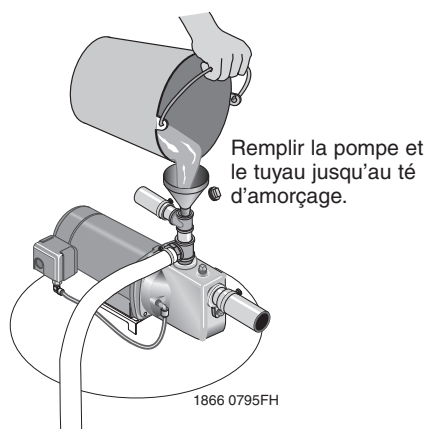

Figure 9: Amorçage de la pompe
1. Déposer le bouchon d'amorçage du té d'amorçage et remplir la pompe. Remplir toute la tuyauterie entre la pompe et le puits et s'assurer que tout le tuyau à l'intérieur du puits est bien rempli. Si un té d'amorçage a également été installé sur le tuyau d'aspiration, déposer le bouchon du té et remplir le tuyau d'aspiration. Voir Figure 9.